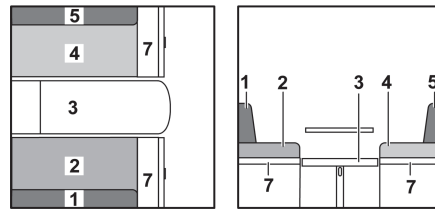

Fig. 123 Durante la transformación
- Plegar la prolongación del banco de asiento (Fig. 123,7) hacia arriba y colocar una cuña con la trampilla.